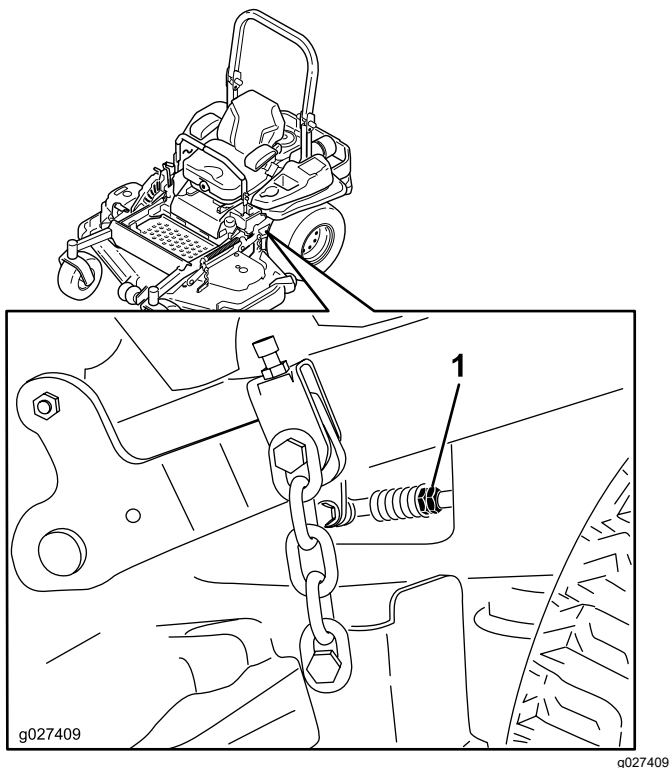

Figure 100
10. Réglez la longueur des tiges de pompes en tournant les doubles écrous dans le sens voulu jusqu'à ce que les roues tournent légèrement en marche arrière (Figure 100).